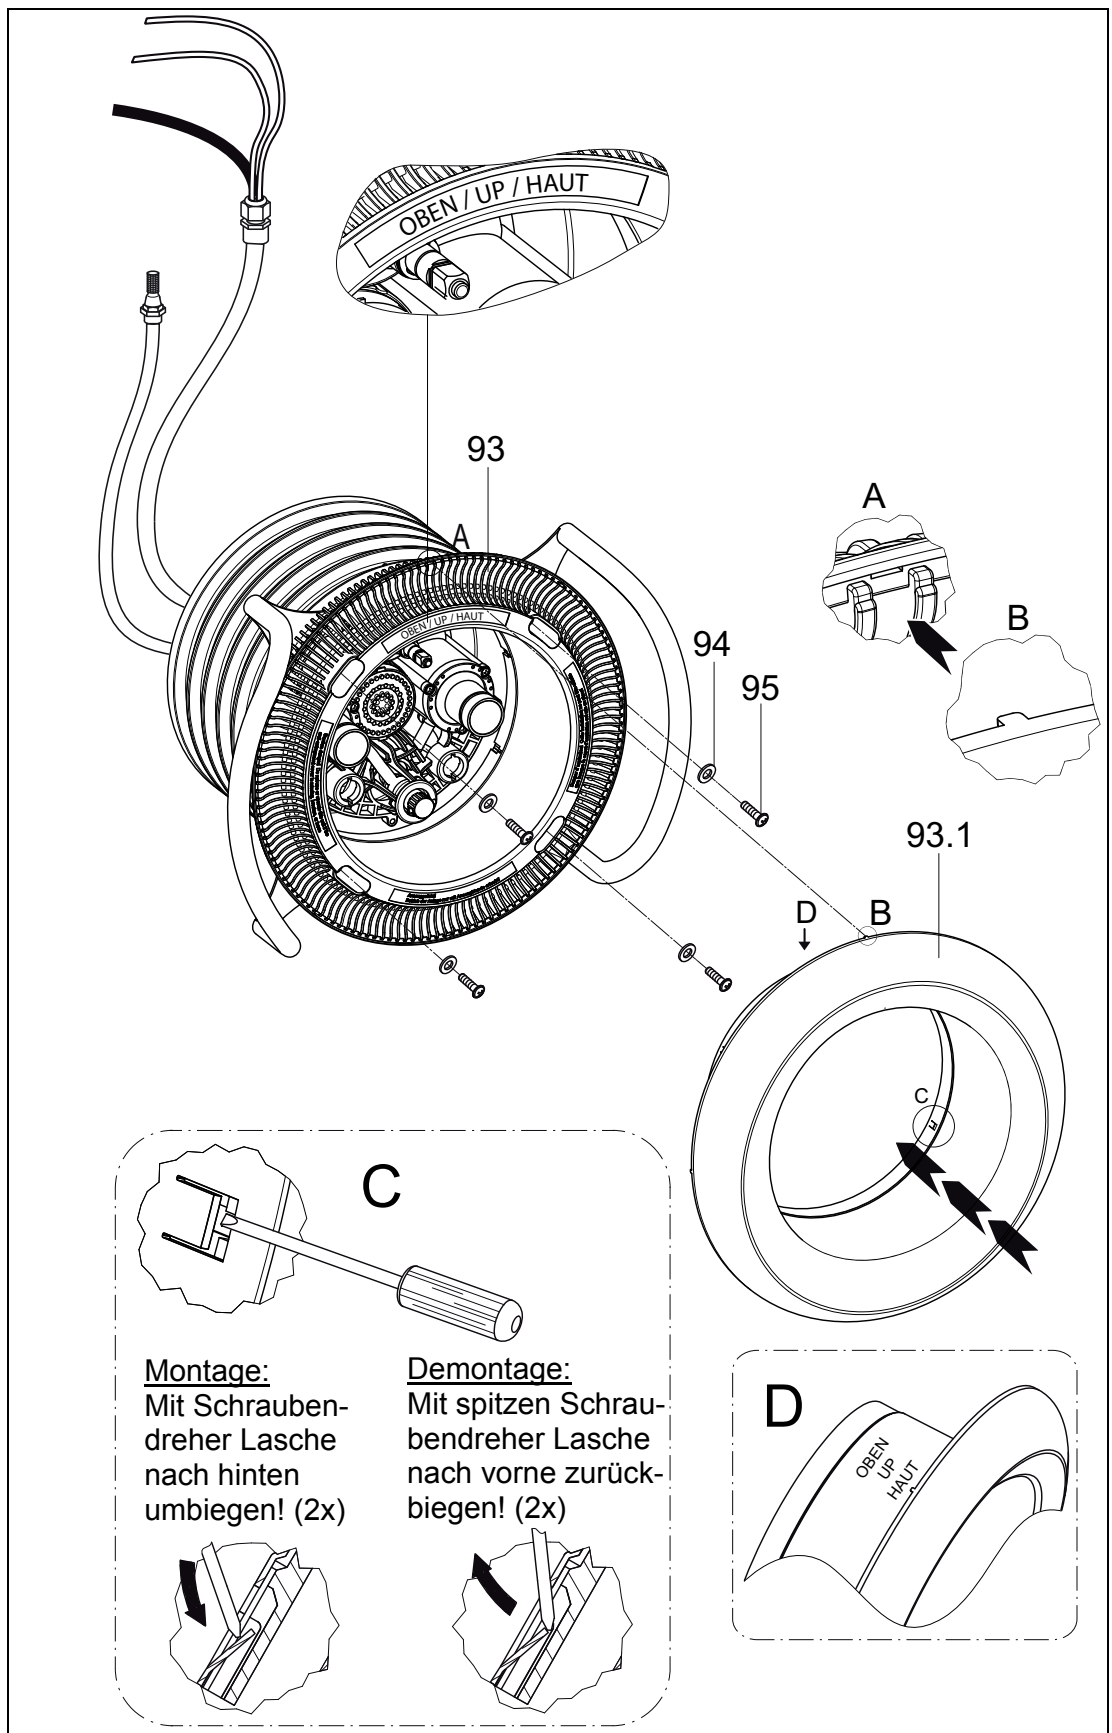

Abb.11
8. Ansaugblende (**93**) auf dem Spannring (**28**) ansetzen und mit vier Unterlegscheiben (**94**) und vier Schneidschrauben (**95**) befestigen (*Abb. 11*). Auf Einbaulage achten!
9. Edelstahlblende (**93.1**) mit den vorstehenden Zentriernoppen auf den vorhandenen Aussparungen der Ansaugblende (**93**) ausrichten und von Hand aneinanderpressen. Markierung "OBEN" auf der Edelstahlblende beachten. Zur Arretierung der Blende die zwei seitlichen Biegelaschen mit einem Schraubendreher nach hinten umbiegen (Abb.11).